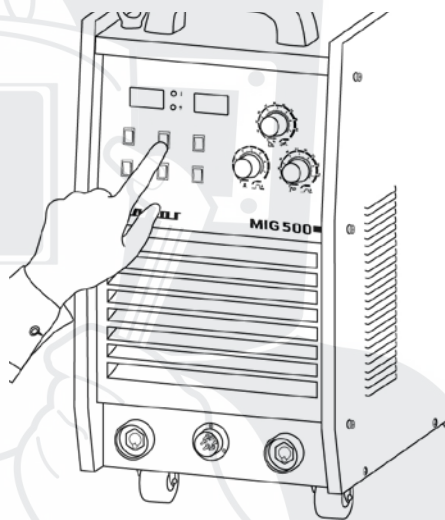

Рис. 8.18. Выбор режима MIG SYNERGY.
2. Выберите режим MIG SYNERGY (См. рис. 8.18).